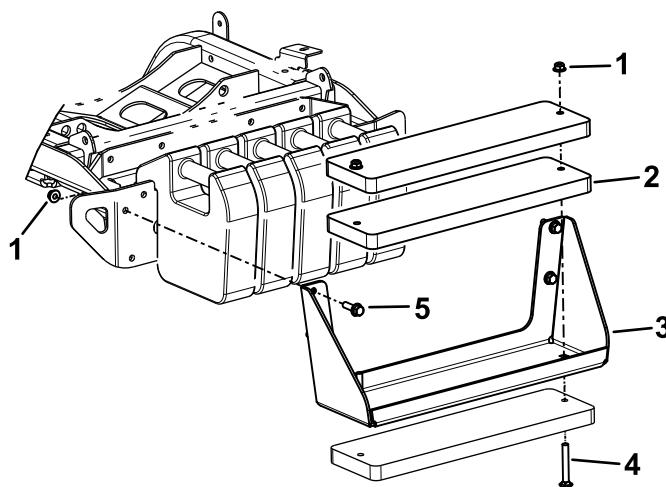

図 19
注 これらの手順については 図 19を参照。
- A. ボルト $\frac{3}{8}$ " x 4"とナット $\frac{3}{8}$ "を使用してブラケットにウェイト3個を取り付ける 図 19。
- B. 六角ボルトとナットキット付属品を使ってウェイトブラケットをマシンに取り付ける 図 19。
- A. マシンからウェイトブラケットを外す 図 19。
- C. ボルト $\frac{3}{8}$ " x 4"とナット $\frac{3}{8}$ "を使用してブラケットにウェイト3個を取り付ける 図 19。
- D. 先ほど外した金具を使って、ウェイトブラケットをマシンに固定する 図 19。